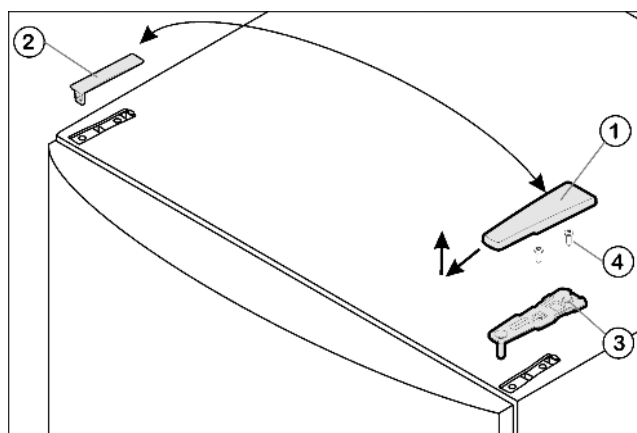

Fig. 4
- ▶ Потяните крышку Fig. 4 (1) вперед и вверх.
- ▶ Снимите крышку Fig. 4 (2).
- ▶ Открутите верхний опорный кронштейн Fig. 4 (3) (2 шт. Torx® 25) Fig. 4 (4) и вытяните вверх.
- ▶ Установите верхний опорный кронштейн Fig. 4 (3) на новой стороне шарнира и защелкните в дверце.
- ▶ Привинтите верхний опорный кронштейн (**с моментом 4 Нм**) (2 шт. Torx® 25) Fig. 4 (4). При необходимости проделайте отверстия или используйте аккумуляторную отвертку.
- ▶ Наденьте и защёлкните крышку Fig. 4 (1) и крышку Fig. 4 (2) на противоположной стороне снаружи.